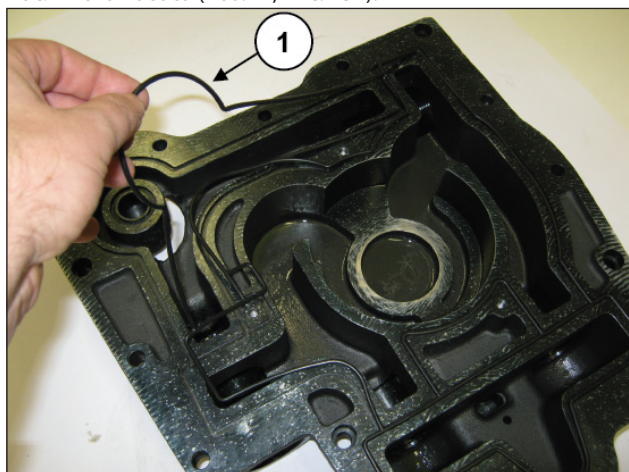

Рис. 151
Вставьте профильное уплотнение O-ring в паз в корпусе масляного насоса (поз. ①, Рис. 151).